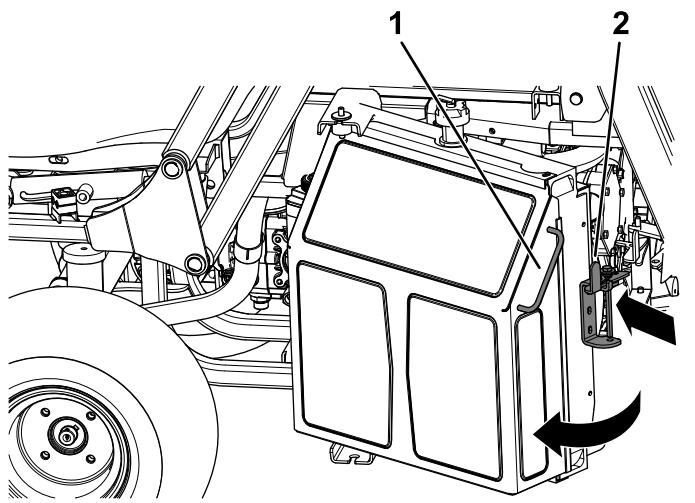

Figura 58
- Carregue no trinco no radiador para dentro na direção do radiador (Figura 58).
- Utilizando a pega no lado do radiador, rode o radiador para aceder ao motor (Figura 58).